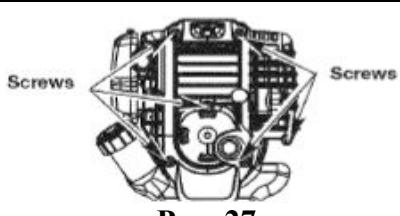

Рис. 27
1. Открутите шесть (6) винтов на задней поверхности крышки двигателя с помощью отвертки для винтов с потайной головкой или отвертки T-25 Torx (Рис.27).
4. Снимите крышку двигателя (Рис. 27).
- Заглушите двигатель и подождите, пока он остывает. Открутите шесть (6) винтов на задней поверхности крышки двигателя с помощью отвертки для винтов с потайной головкой или крестообразной отвертки T-25 Torx (Рис. 27).